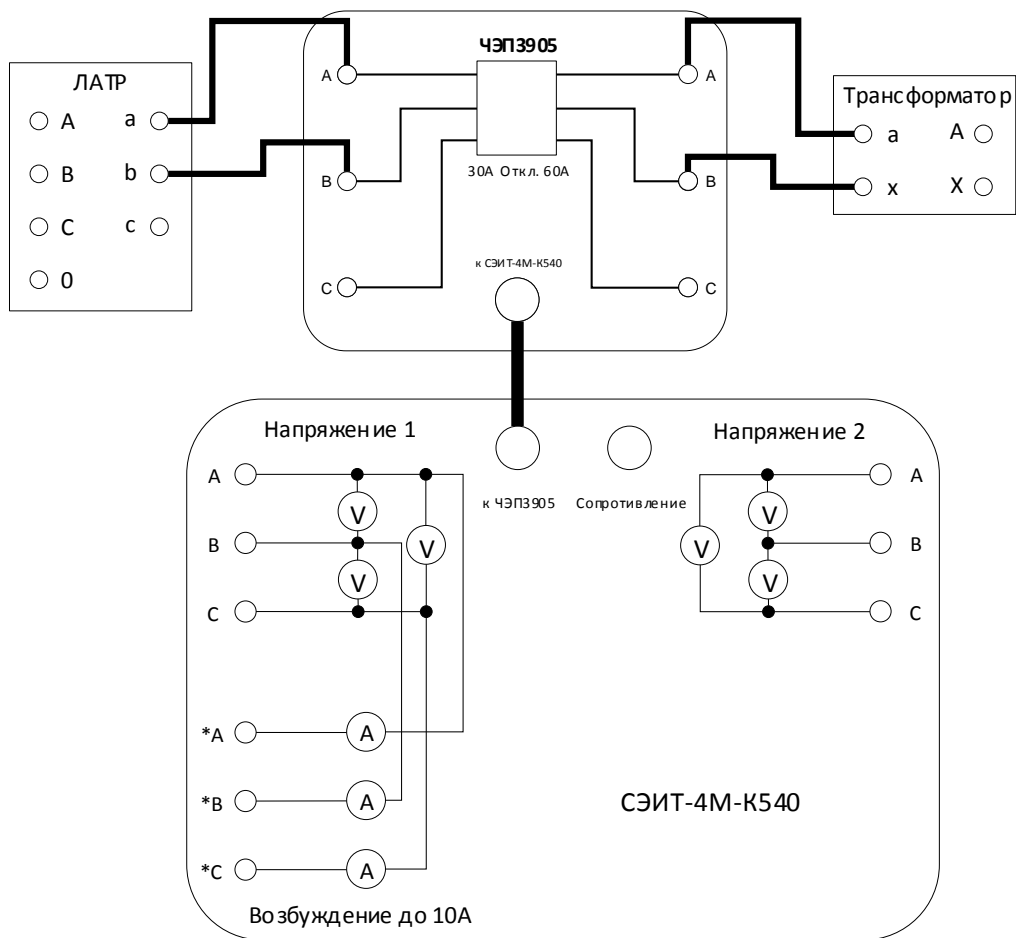

Рис. 13. Схема соединений для опыта холостого хода однофазного трансформатора с использованием БТТ.
5.3.1.4. При использовании БТТ для испытаний однофазного трансформатора собирается схема на рис. 13.